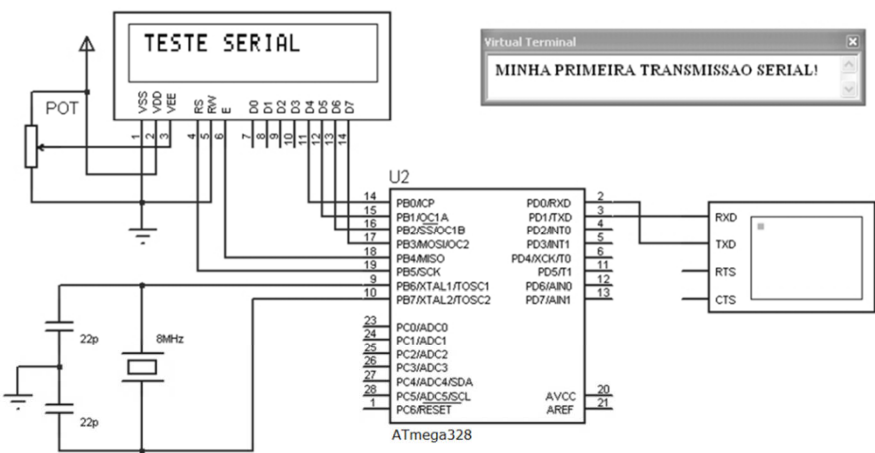

Fig. 15.7 – Comunicação serial: possível simulação no Proteus.
15.1 – Elaborar um programa para realizar uma comunicação serial (RS232) entre o AVR e um computador, conforme exemplo da fig. 15.7. O programa deve escrever “TESTE SERIAL” na primeira linha do LCD e mandar uma mensagem ao terminal de recepção. Os caracteres digitados nesse terminal devem ser escritos na segunda linha do LCD. Quando a escrita estiver completa, deve ser apagada e reiniciada. Devem ser empregados 2400 bps, 8 bits de dados, sem paridade e 1 bit de parada.